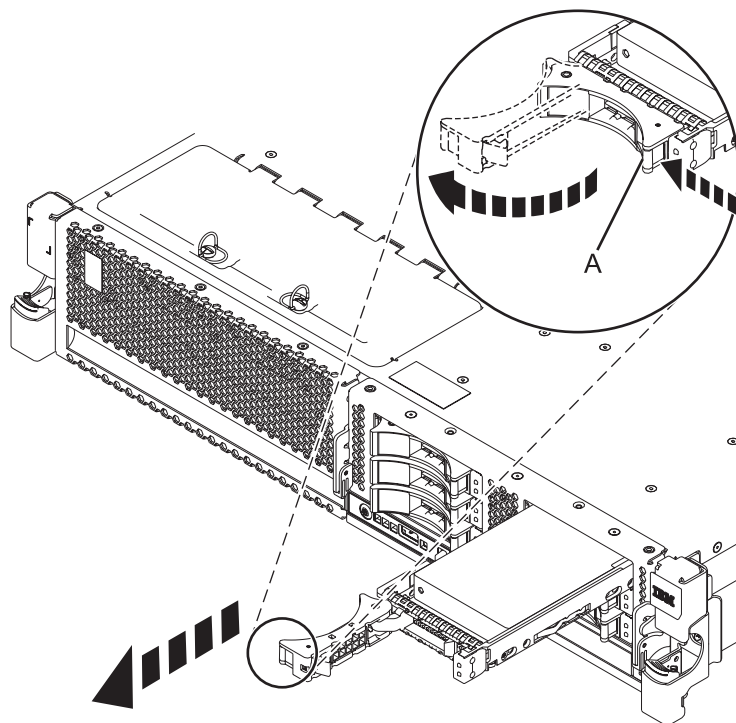

Figura 14. Extracció d'una unitat de disc del sistema
- a. Quan parpellegi el LED d'identificació, desbloqueu la nansa fent pressió i estirant-la cap a vosaltres, tal com es mostra a la Figura 14.